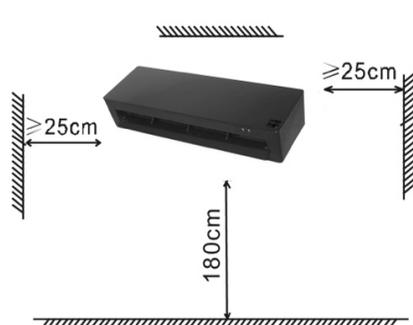

Fig.1
1. Préparez un espace pour installer l'appareil (Fig. 1).